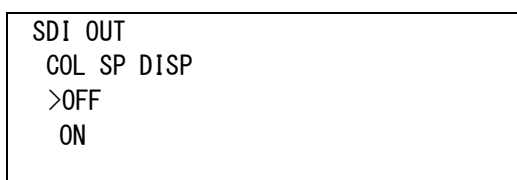

図4-96 オンスクリーンメニュー(COL SP DISP例)
- 1) SDI OUTメニューで「COL SP DISP[CDSP]」を選択し、**ENTER**ボタンを押すと図4-96のような設定メニューが表示されます。